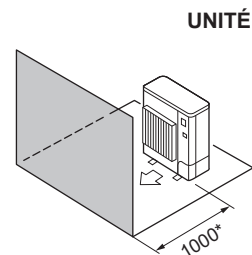

Fig. 2-10
- (4) Obstacles uniquement à l'avant (Fig. 2-10)